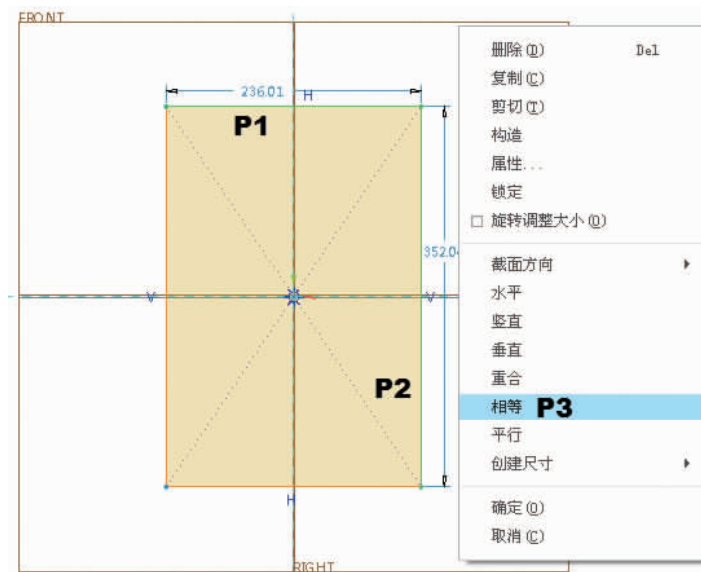

图 3-21 添加相等草绘约束
(1) 单击矩形上部水平线,如图 3-21 中的 P1。选中该线,使其变绿。
(2) 移动光标到如图 3-21 中的 P2 处, 按住 Ctrl 键, 单击矩形竖直线, 使该线变绿。这时选中两条线段。
(3) 长按鼠标右键, 弹出快捷菜单, 然后选择“相等”, 如图 3-21 中的 P3。